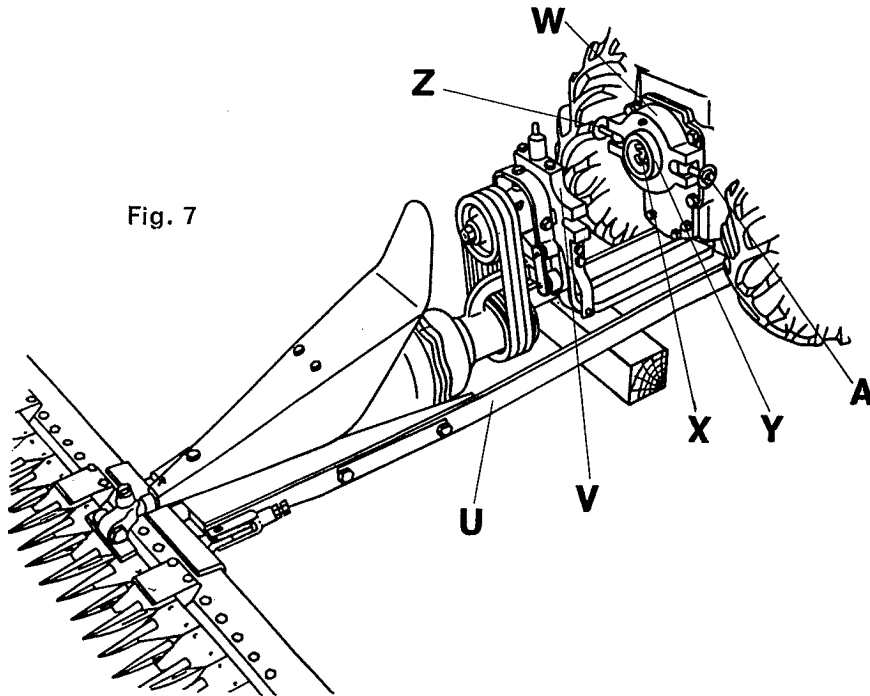

Fig. 7
3. Montage des Mähapparates (Fig. 7)
3. Montage de l'appareil faucheur (fig. 7)
3. Montaggio dell'aggregato falciante (fig. 7)
4. Demontage des Mähapparates (Fig. 7)
4. Démontage de l'appareil faucheur (fig. 7)
4. Smontaggio dell'aggregato falciante (fig. 7)